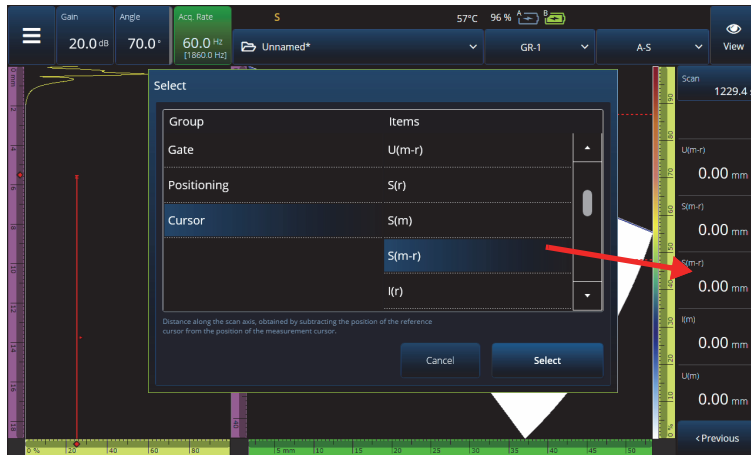

Figura 2-64 Ejemplo de selección de lectura
- b) Con el parámetro **Seleccionar lectura**, es posible reemplazar una lectura específica con cualquiera de las lecturas disponibles (ver Figura 2-64 en la página 123).